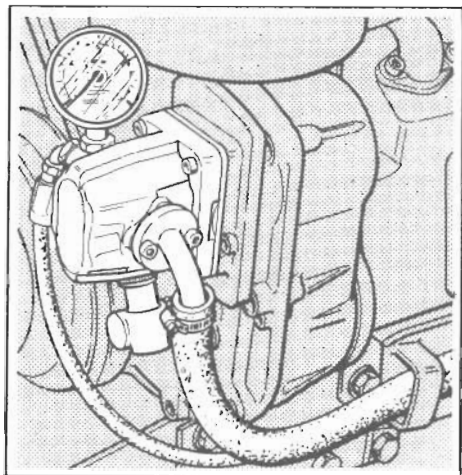

Fig. 23 - Bild 23
1. Installare sul raccordo di mandata della pompa idraulica un manometro con un fondo scala di almeno 250 Atm. (vedere la fig. 23).
Nota — La flangiatura della pompa idraulica sul corpo del motore, può trovarsi anche in posizione diversa da quella indicata in fig. 23. La posizione può variare a seconda del motore montato sulla trattice.
1. Install a pressure gauge having 250 kg/sq.cm minimum end-of-scale to the delivery fitting of the hydraulic pump (see figure 23).
Note — The hydraulic pump pad on engine body may be located in a position other than shown in figure 23. The location may vary depending upon the engine mounted on the tractor.
1. Installer sur le raccord de refoulement de la pompe hydraulique un manomètre ayant bout d'échelle au moins de 250 Atm (voir fig. 23).
Nota — Les brides de la pompe hydraulique sur le corps du moteur peuvent avoir une position différente par rapport à fig. 23. La position est en fonction du moteur installé sur le tracteur.
1. Ein Manometer mit Anzeigeskala bis mindestens 250 kg/cm² auf dem Vorlaufstutzen der Hydraulikpumpe anbringen (siehe Bild 23).
Bemerkung — Der Flanschanschluss der Hydraulikpumpe mit dem Motorkörper kann sich auch in einer anderen, als im Bild 23 dargestellten Lage befinden. Die Anbaulage kann je nach dem verwendeten Motortyp variieren.